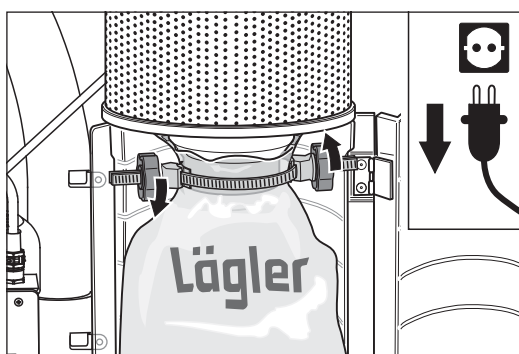

Fig. 17 Enhebrar la tira roscada MultiClip y enroscar bien la tuerca a mano.
- 10 Coloque la brida roscada del MultiClip alrededor de la tubuladura con la bolsa, enhebre la pieza de sujeción y la tuerca y apriételo (Fig. 17).